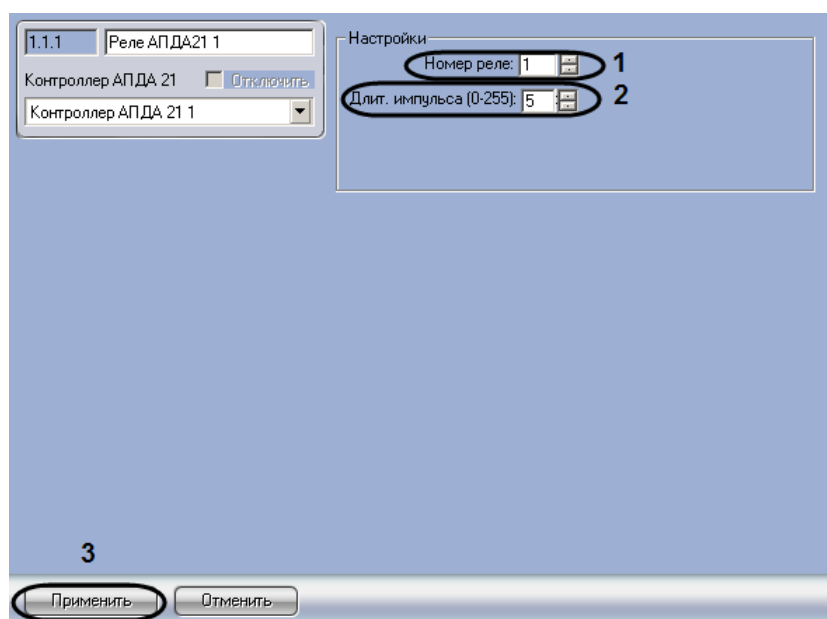

Рис. 3.5—2 Настройка дополнительного реле
2. В поле **Номер реле**: ввести с помощью кнопок **вверх-вниз** номер реле (возможные значения **1** и **2** для контроллера *АПДА.21*, для контроллера *АПДА.41* – **1, 2, 3** или **4**) (см. Рис. 3.5—2, 1).
3. В поле **Длит. импульса (0-255)**: ввести с помощью кнопок **вверх-вниз** длительность импульса в секундах срабатывания реле (возможные значения от 0 до 255) (см. Рис. 3.5—2, 2).
4. Для сохранения внесенных изменений нажать кнопку **Применить** (см. Рис. 3.5—2, 3).